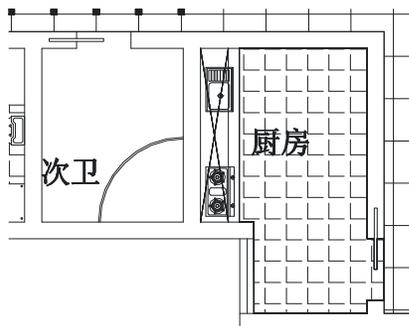

图 6-1-40
**STEP 01** 使用绘制圆的命令 CIRCLE 绘制次卫的洗澡间，并使用修剪命令 TRIM 对其进行修剪，再使用偏移命令 OFFSET 将修剪后的圆弧向内偏移 25，如图 6-1-40 所示，